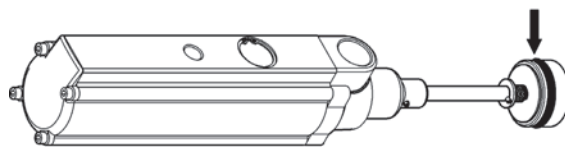

Fig. 5b
2. Remove the pump tube and check the fluid plunger (fig. 5b). Replace the plunger seal and other parts if necessary.
2. Quite el conjunto tubo y verificar la válvula superior (fig. 5b). Sustituya el collarín de la válvula y otros componentes si es necesario.
2. Extraire l'ensemble du tube et s'assurer que la soupape d'impulsion est en bon état (fig. 5b). Remplacer le collier de la soupape et / ou autres pièces impliquées si besoin est.